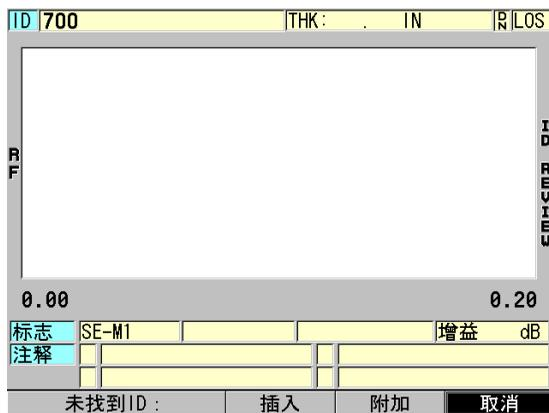

图 11-29 当数据库中不存在被编辑的 ID 码时所出现的提示信息
6. 如果被编辑的 ID 码在数据库中不存在, 则帮助文本栏中会出现一条消息, 如第 199 页的图 11-29 所示, 用户可选择**插入**, 在当前 ID 码前插入新的 ID 码。